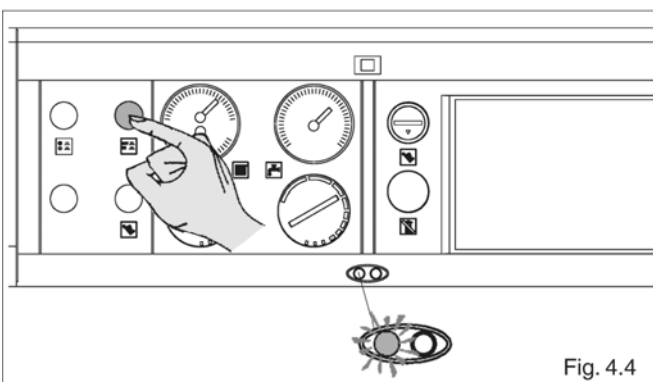

Fig. 4.4
- нажмите главный выключатель на панели управления и убедитесь в том, что загорелся зеленый световой индикатор (рис. 4.4).